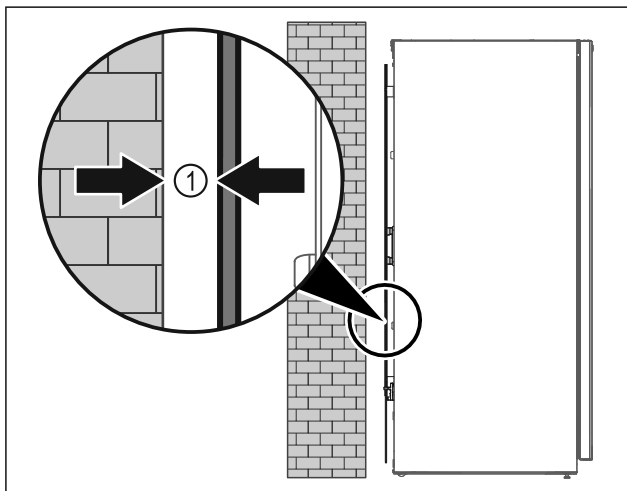

Fig. 6
► Поставете уреда свободностоящ в помещението или директно на стената на минимално разстояние от 5 mm Fig. 6 (1).